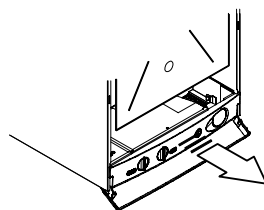

Fig. 5.6
- 3 Move the lower part of the side panels as indicated in Fig. 5.6 and pull the control panel. When completely pulled out, the panel can rotate 45° downwards to facilitate the operations on the internal parts.
- 3 Сдвиньте нижние части боковых панелей как показано на Fig. 5.6 и потяните на себя панель управления. Если удалось полностью извлечь панель, поверните ее вниз на 45°. Так откроется доступ для монтажа внутри панели.